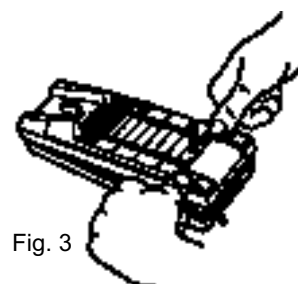

Fig. 3
- 4- Richiudere il citofono agganciando il coperchio sulla parte superiore; premere la parte inferiore fino ad ottenere l'incastro delle due parti (fig. 3).